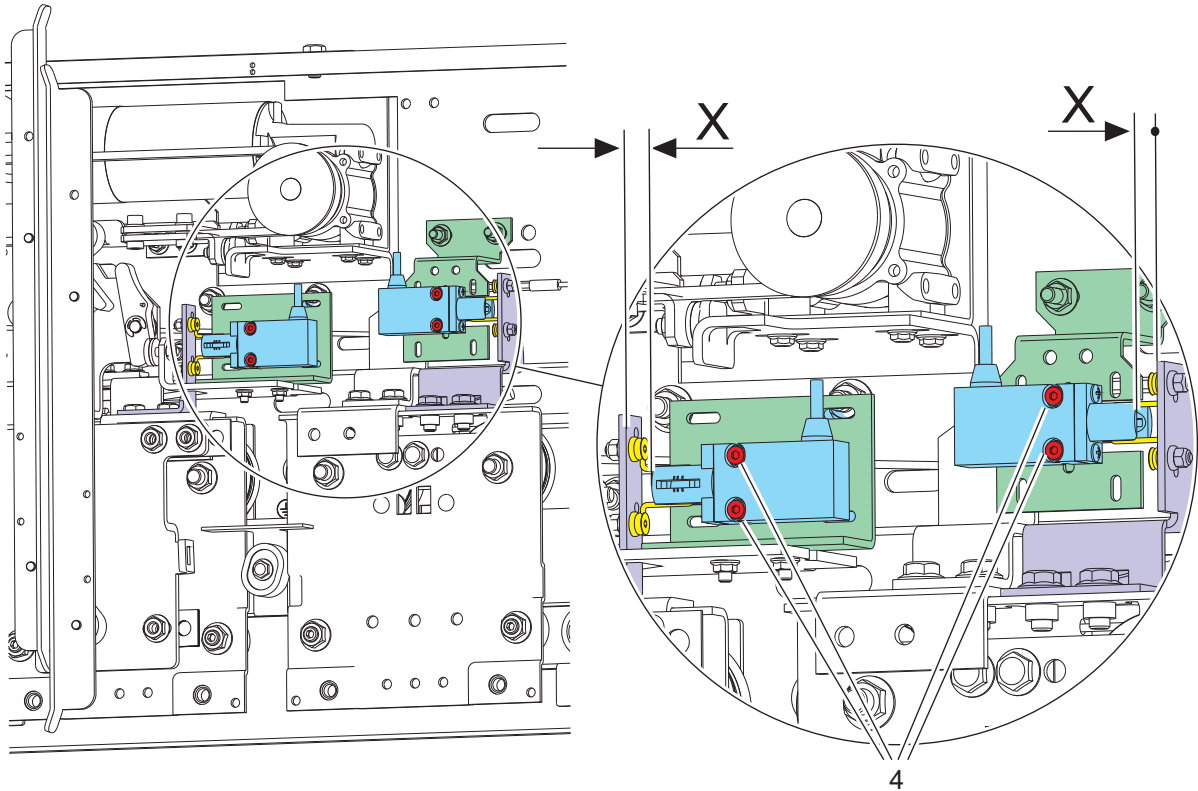

Abb. 50
- Verfahren, wie für die rechte Schiebetür bei Abb. 50 beschrieben